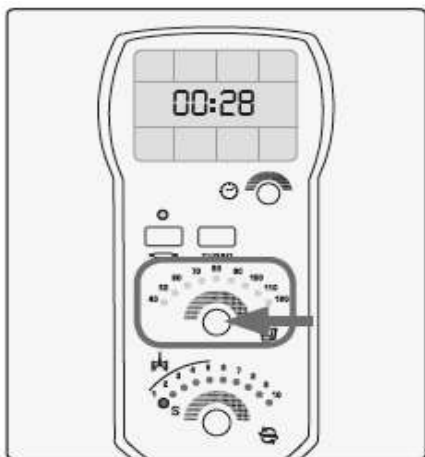

Рис. 37
- 2. Выберите температуру.** Медленно поверните ручку регулятора температуры вправо/влево, чтобы выбрать температуру нагрева. Светодиодные индикаторы выбранной температуры загорятся зеленым цветом (Рис. 37).